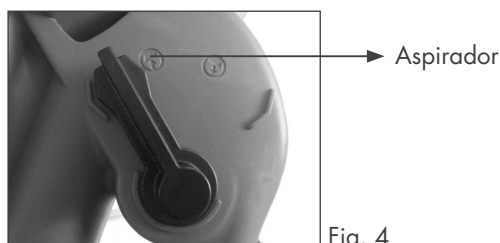

Fig. 4
Modo aspirador (Fig. 4)
- Mantenga la máquina como se muestra en la Fig. 4, inclinando el tubo de Soplar / Aspirar ligeramente, y utilice una acción de barrido para recoger los desechos ligeros con una distancia aproximada de 50mm entre la apertura del tubo de Soplar / Aspirar y el suelo o la tierra que vaya a limpiarse.